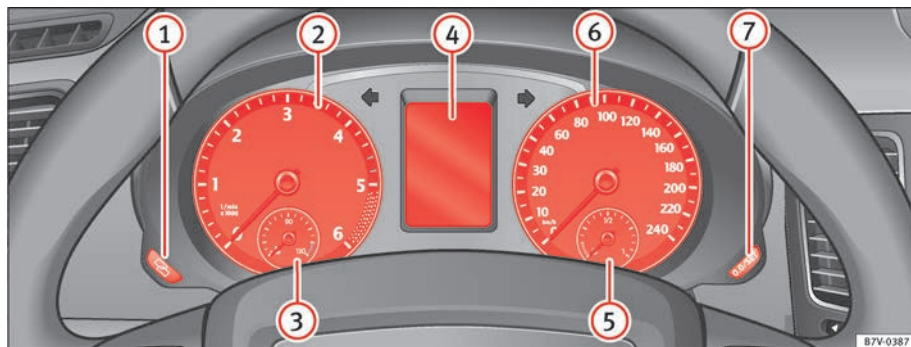

Fig. 35 Painel de instrumentos no painel de bordo.
Explicações sobre os instrumentos ⇒ Fig. 35:
No visor do painel de instrumentos ⇒ Fig. 35 ④ pode ser visualizada informação diversa, em função do equipamento do veículo:
⇒ Fig. 35 ④.